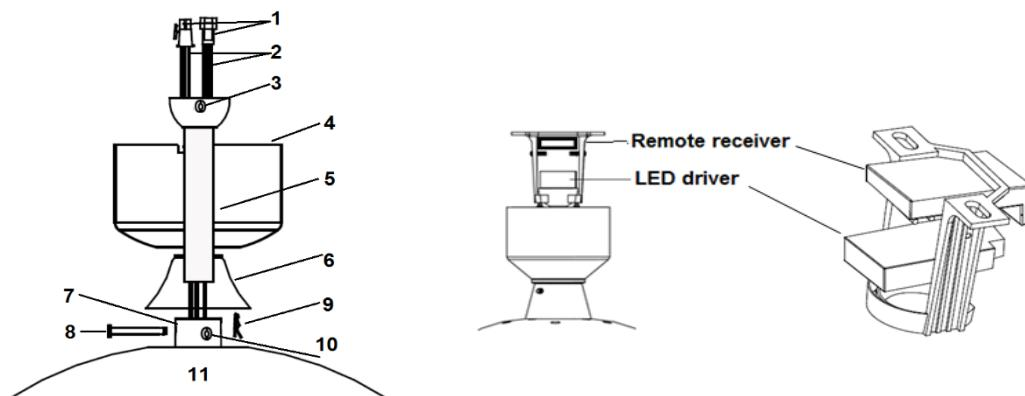

Fig. 4
- 1) Monter la tige descendante (5) à travers le couvercle(4) et le couvercle de boulon et de goupille (6).
- 2) Retirer le joint à rotule en desserrant la vis de pression (3) et insérer les câbles du moteur à travers la tige descendante et puis fixer le joint à rotule à la tige descendante.
- 3) Insérer la tige descendante à l'accouplement (7), aligner les trous de couplage avec les trous de tige descendante et insérer le boulon (8). Ensuite, insérer la goupille (9) à l'extrémité du boulon.
- 4) Enfin fixer la tige descendante et le couplage en serrant les deux vis de réglage (10) sur l'accouplement.
- Figure. 4
2. Soulevez soigneusement le ventilateur et placez le bas de la tige de l'ensemble à bille dans l'espacement alloué dans le support de montage et verrouiller la bille en place. Insérer la commande de DEL dans la couche inférieure du support de montage, puis insérez le récepteur à distance dans la couche supérieure du support de montage. **Fig. 4**